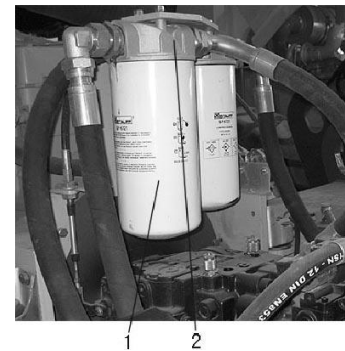

Рис. 3-21
3.4.4.3 Замена фильтра гидравлического масла (Рис. 3-21)